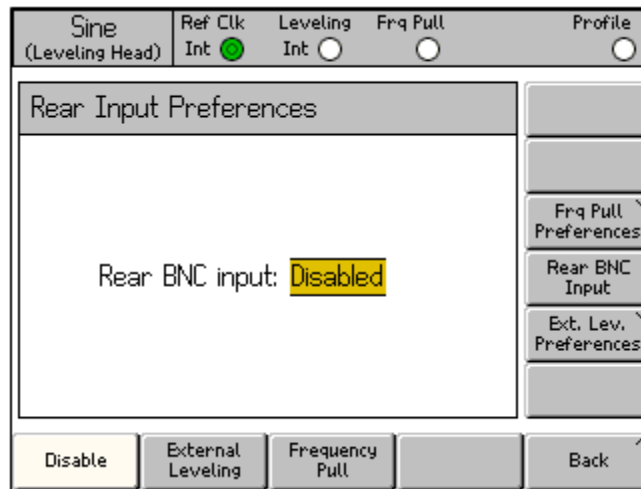

Figura 3-32. Pantalla de Preferencias de entrada posterior
La Figura 3-32 muestra la pantalla de Preferencias de entrada posterior. La conexión BNC del contador de frecuencia de 50 MHz, modulación, nivelación y arrastre de frecuencia puede configurarse como entrada para nivelación externa y arrastre de frecuencia dentro de la función sinusoidal nivelada. La configuración de las preferencias para nivelación externa y arrastre de frecuencia se describen más adelante en este capítulo.
3. Pulse la tecla multifunción Preferencias de entrada posterior para mostrar la pantalla de Preferencias de entrada posterior que se muestra en la Figura 3-32.